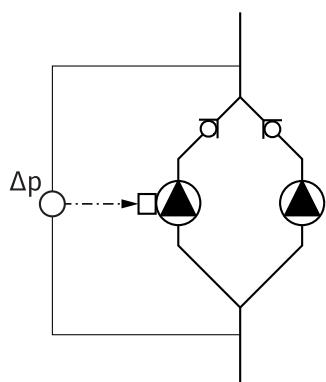

Fig. 12: ejemplo, conexión DDG
• La bomba principal es la bomba que está a la izquierda según el sentido del flujo. Conecte la sonda de presión diferencial a esta bomba. Los puntos de medición de la sonda de presión diferencial de la bomba principal deben estar en el tubo colector correspondiente en el lado de aspiración y de impulsión del sistema de bomba doble (Fig. 12).